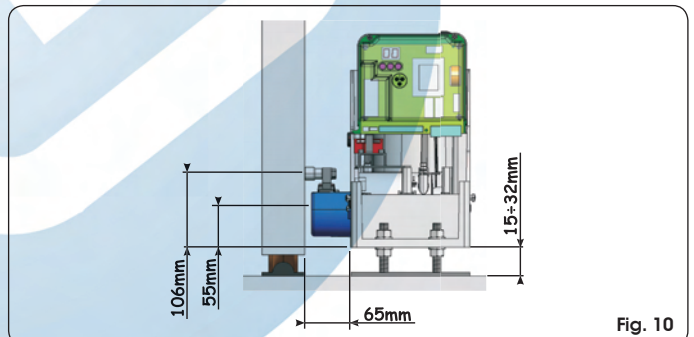

Fig. 10
- ⑤ Noteer de hoogte van de pootjes en de afstand vanaf de poort met verwijzing naar Fig. 10.